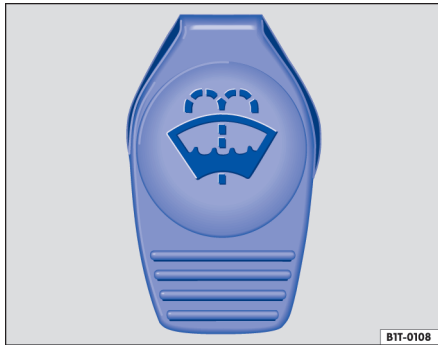

Fig. 128 No compartimento do motor: tampa do reservatório de água dos lavadores dos vidros.
- O reservatório de água dos lavadores dos vidros pode ser reconhecido pelo símbolo  na tampa → Fig. 128.